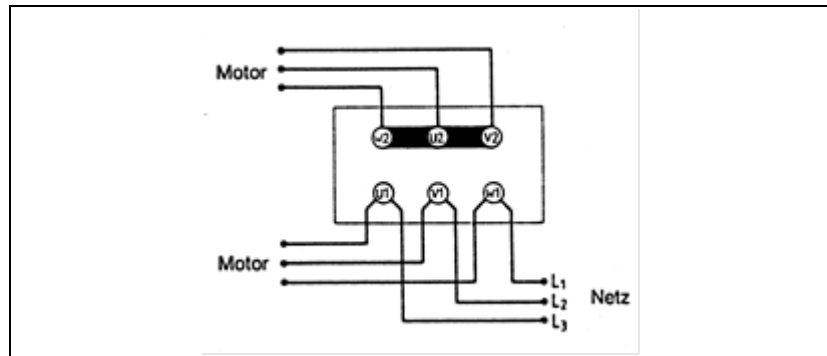
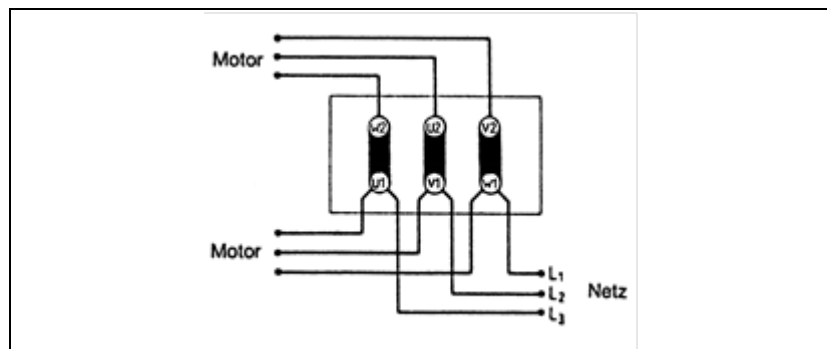

Abb. 10: Y-Schaltung (hohe Spannung)
Abb. 11: Δ-Schaltung (niedrige Spannung)
4. Anschluss von Pumpen mit Drehstrommotor entsprechend der Abb. 10 oder Abb. 11.